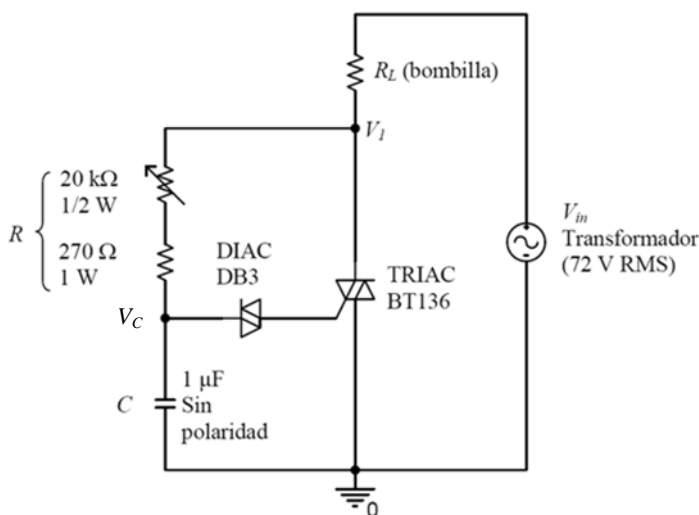

Figura 6. Circuito de control de potencia en AC.
6. (1,5 puntos). En la figura 6 se muestra un circuito de control de la potencia entregada a una carga R_L en alterna, que utiliza un TRIAC y un DIAC. Explique el funcionamiento del circuito y represente las formas de V_{in} , V_I y V_C en función del tiempo, suponiendo que $R_L \ll R$. V_{in} es una señal sinusoidal. Detalle el efecto de modificar el valor de R .